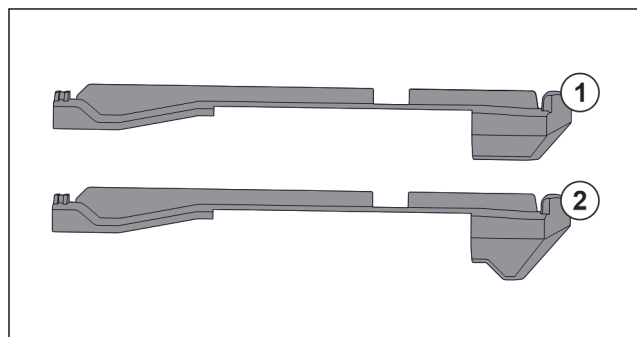

Fig. 147 Sammenligning af påsætningsdelene
I apparatet er der to forskellige påsætningsdele. Påsætningsdelen over den nederste skuffe Fig. 147 (2) har en trekantet kant. Alle andre påsætningsdele Fig. 147 (1) har en lige kant.
- ▶ Anbring påsætningsdelen Fig. 147 (2) med den trekantede kant over den nederste skuffe.
- ▶ Anbring påsætningsdelen Fig. 147 (1) med den lige kant på alle andre steder.